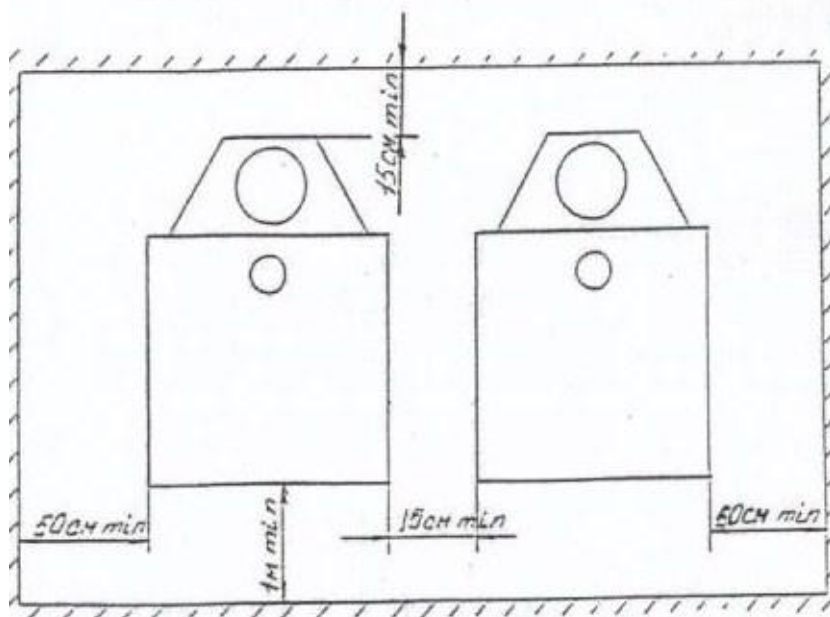

Рис.3
5.4. Котёл /котлы/ устанавливаются в помещении с обязательным обеспечением необходимых для обслуживания и ремонта расстояний в соответствии с рис. 3 /вид сверху/.